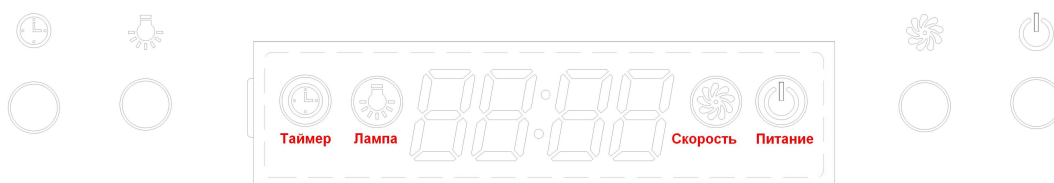

Рис. 7.
(5) Поднимите вытяжку; используйте 16 больших винтов с плоской головкой (M4\*10) для соединения корпуса вытяжки и углового крепления (см. рис. 7).